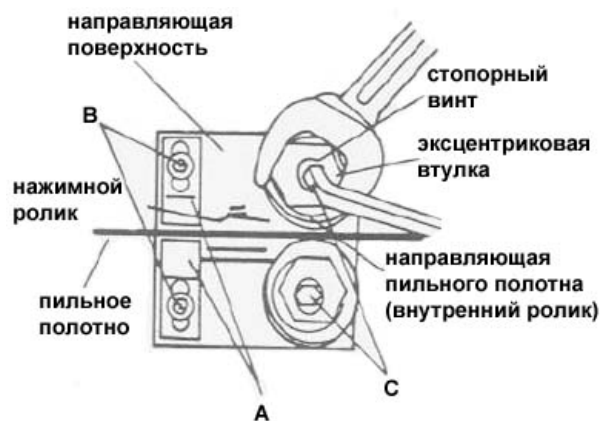

Рис. 8
Ослабьте винты (B, рис. 8) и отодвиньте скользящие элементы (A) от пыльного полотна.